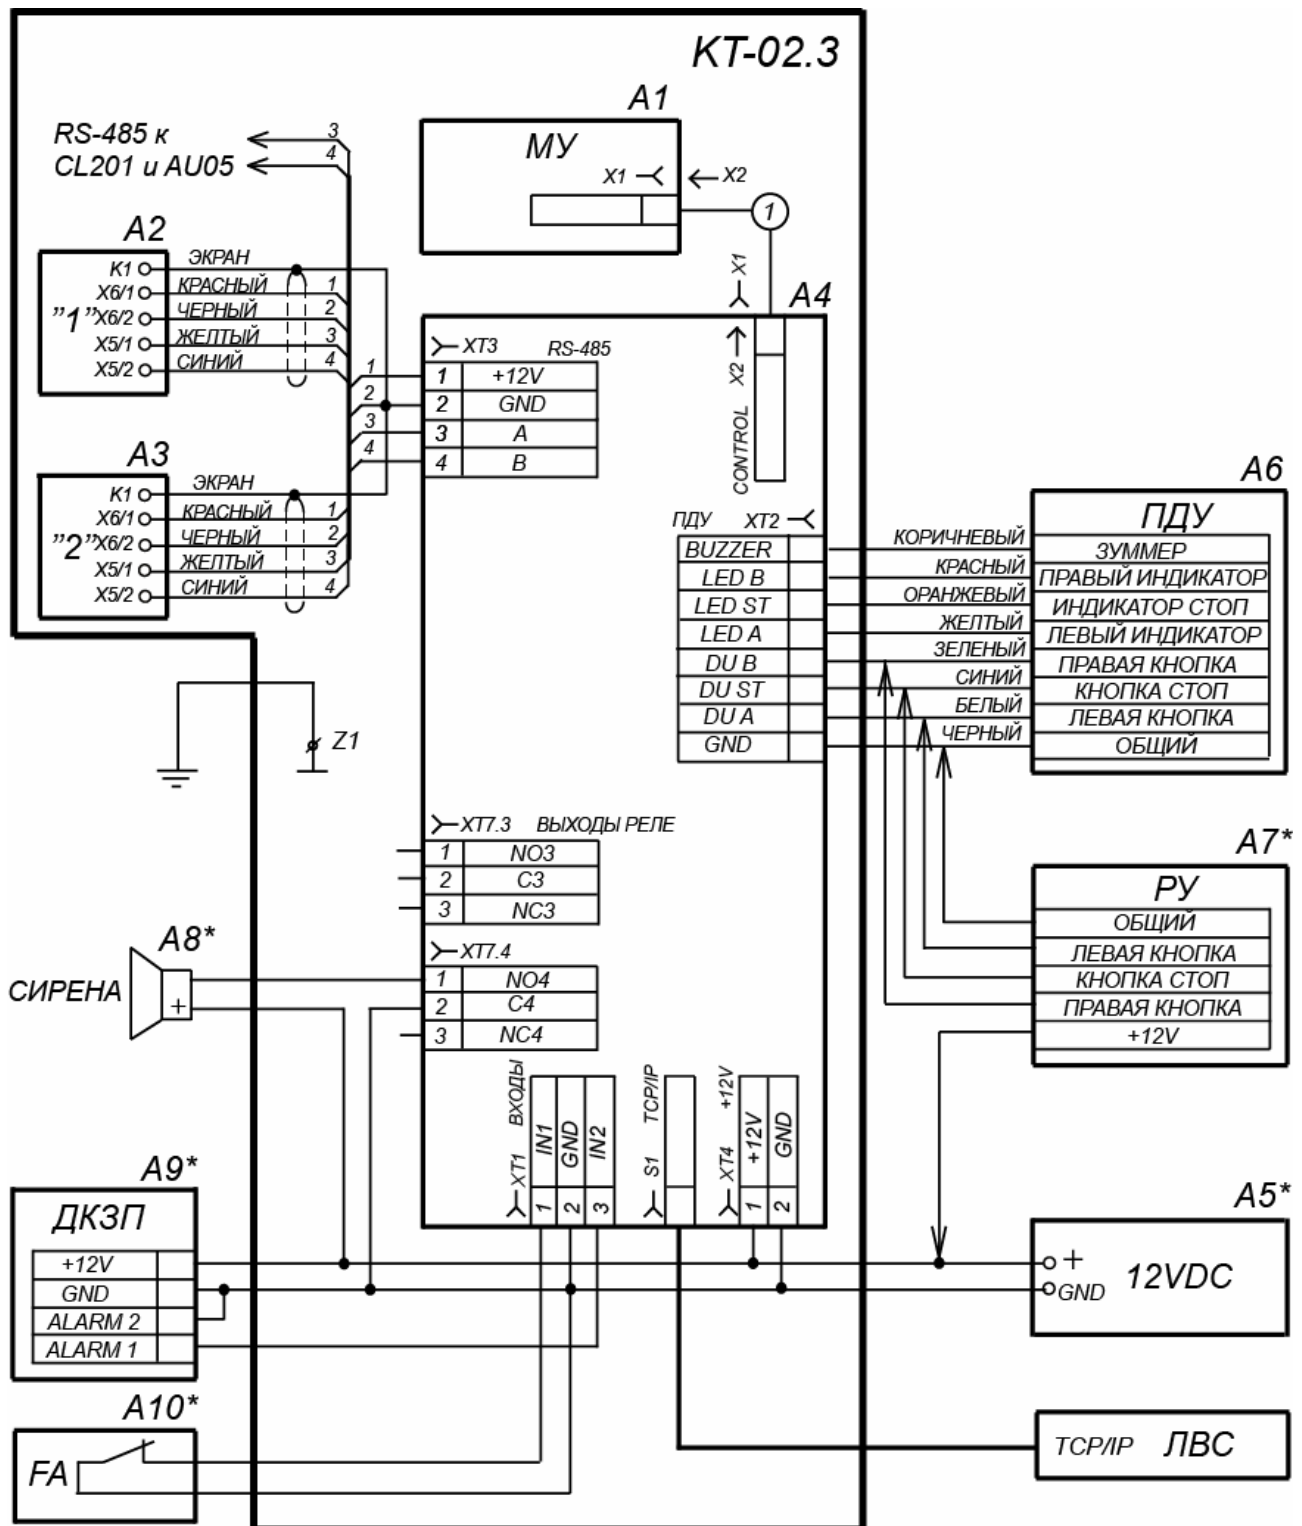

Рисунок 12. Схема подключения ЭП и дополнительного оборудования¹
Расположение клеммных колодок на плате контроллера ЭП показано на рис. 5, назначение контактов клеммных колодок указано в табл. 1. Схема подключения приведена на рис. 12. Используемые при подключении типы кабелей указаны в табл. 5. При монтаже ЭП придерживайтесь следующей последовательности действий:
8. Снимите крышку турникета (3), открыв ключом замок (4) (см. раздел 5.4).
9. Подключите кабель питания (12) к клеммной колодке ХТ4 на плате контроллера. Подключите кабель (10) ПДУ (9) к клеммной колодке ХТ2. Подключите, при необходимости, кабели от других устройств к соответствующим клеммным колодкам платы контроллера (см. рис. 5 и рис. 12).
- позиционные обозначения A1-A4 – указаны на рис.12.